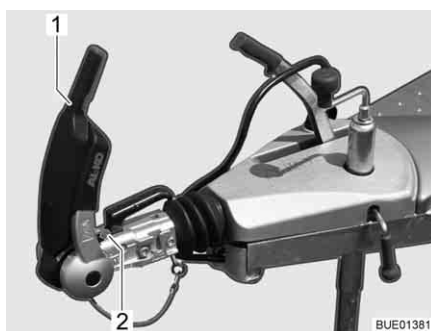

Fig. 156 Indicatore guarnizioni di attrito davanti e dietro
- Aprire la maniglia di stabilizzazione (Fig. 156,1).
Il controllo avviene mediante l'indicatore che si trova davanti alla maniglia del gancio (Fig. 156,2).